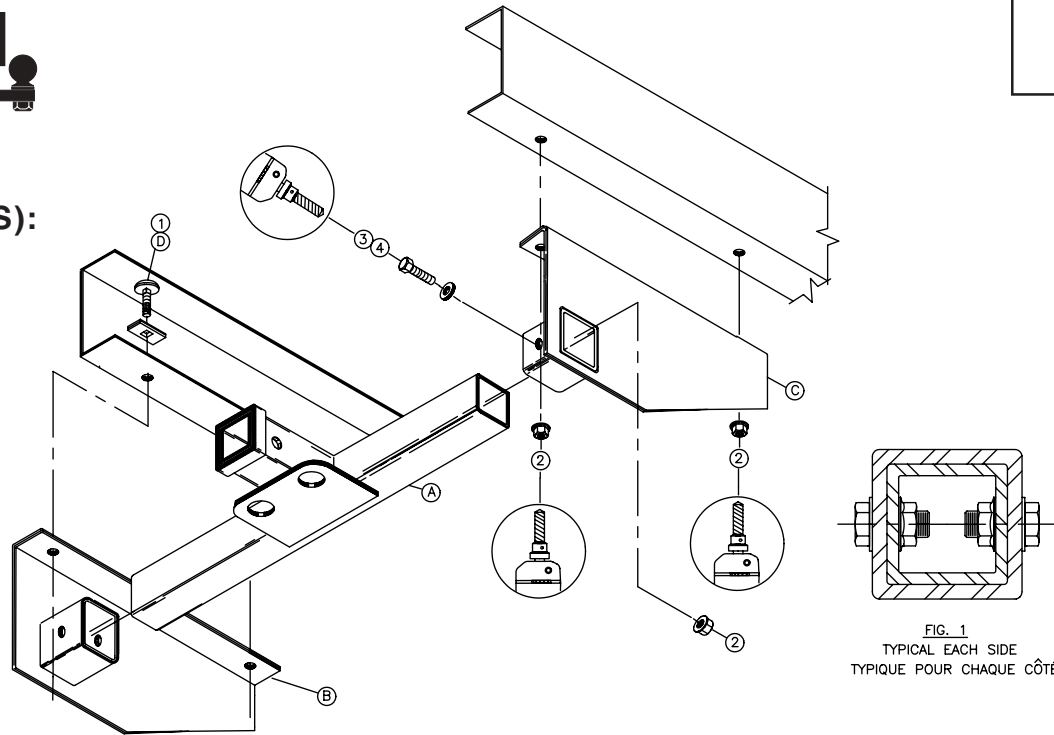

FIG. 1
C. Right frame bracket	C. Support de châssis droit	3. Hex bolt	1/2" x 1-1/4"	(4)	3. Boulon hexagonal
D. Reinforcing plate	D. Plaque de renfort	4. Flat washer	1/2"	(4)	4. Rondelle plate
- Slide left and right frame bracket (B) and (C) onto receiver assembly (A).
- Using frame brackets as template, drill two (2) holes into vehicle frame rail with 1/2" drill bit.
- Loosely fasten frame brackets to frame rail using carriage bolt (1) and reinforcing plate (D). Bolts and plates may have to be fish wired or bumper loosened if no access holes are present for bolt/plate installation. Remove clamps. Refer to reverse side of instruction sheet.
- Center receiver assembly on vehicle and clamp at both ends to prevent movement while drilling. Using the two holes per side (total of four) in the frame brackets as templates, drill 1/2" diameter holes into cross tube. Fasten frame bracket to receiver assembly using hex bolt (3), flat washer (4) and flanged lock nut (2), as shown in figure 1. Remove clamps.
- Glissez les supports de châssis gauche et droit (B) et (C) sur le receveur (A).
- Utilisant les supports de châssis comme guide, percez deux (2) trous dans le longeron du châssis avec un foret du 1/2po.
- Attachez sans serrer le support de châssis au longeron en utilisant un boulon de carrosserie (1) et une plaque de renforcement (D). Il est fort probable que vous ayez à pécher avec un fil les boulons et les plaques de renfort, où desserrer le pare-chocs, si les trous d'accès ne sont pas présents pour faciliter l'installation des boulon/plaques. Enlevez les crampons. Référez au verso de la feuille d'instructions.
- Centrez le receveur sur le véhicule et crampez aux deux extrémités afin de prévenir tout mouvement durant la perforation. Utilisez les deux trous de chaque côté (quatre en tout) dans les supports de châssis comme guide, percez des trous de 1/2 po de diamètre dans le tube de traverse. Attachez le support de châssis au receveur en utilisant un boulon hexagonal (3), une rondelle plate (4), et un écrou à rebord avec cran d'arrêt (2), tel que montré en fig. 1. Enlevez les crampons.